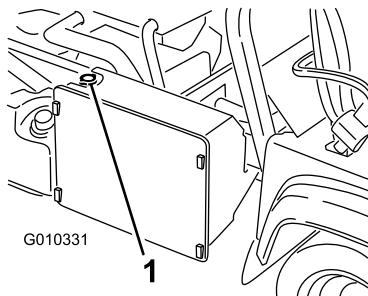

Figure 75
3. Retirez le bouchon de radiateur (Figure 75).
7. Faites l'appoint du radiateur et remettez le bouchon en place (Figure 75).